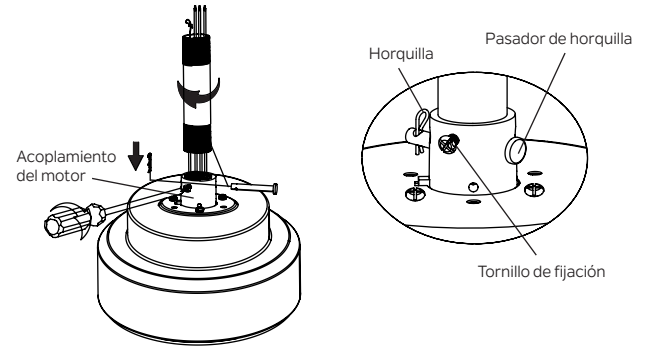

Figura 8
Paso 4. Pase con cuidado los cables del ventilador y el cable de seguridad hacia arriba a través de la varilla de extensión. Enrosque la varilla de extensión en el acoplamiento del motor hasta que los orificios del pasador de horquilla estén alineados. A continuación, vuelva a colocar el pasador de horquilla y la horquilla, luego apriete ambos tornillos de fijación. (Figura 8)